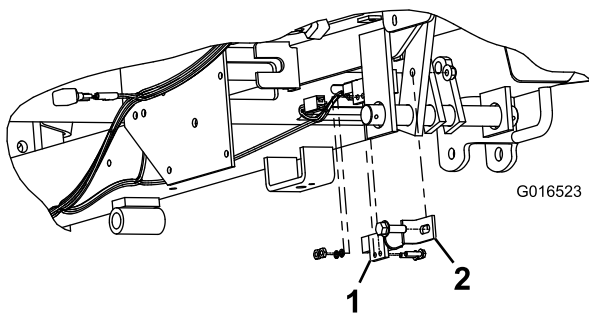

Figura 3
2. Instale o suporte do interruptor das luzes de travão na estrutura da máquina (Figura 3).
3. Instale o interruptor das luzes de travão no suporte com 2 parafusos, 2 anilhas e 2 porcas hexagonais na máquina (Figura 3).